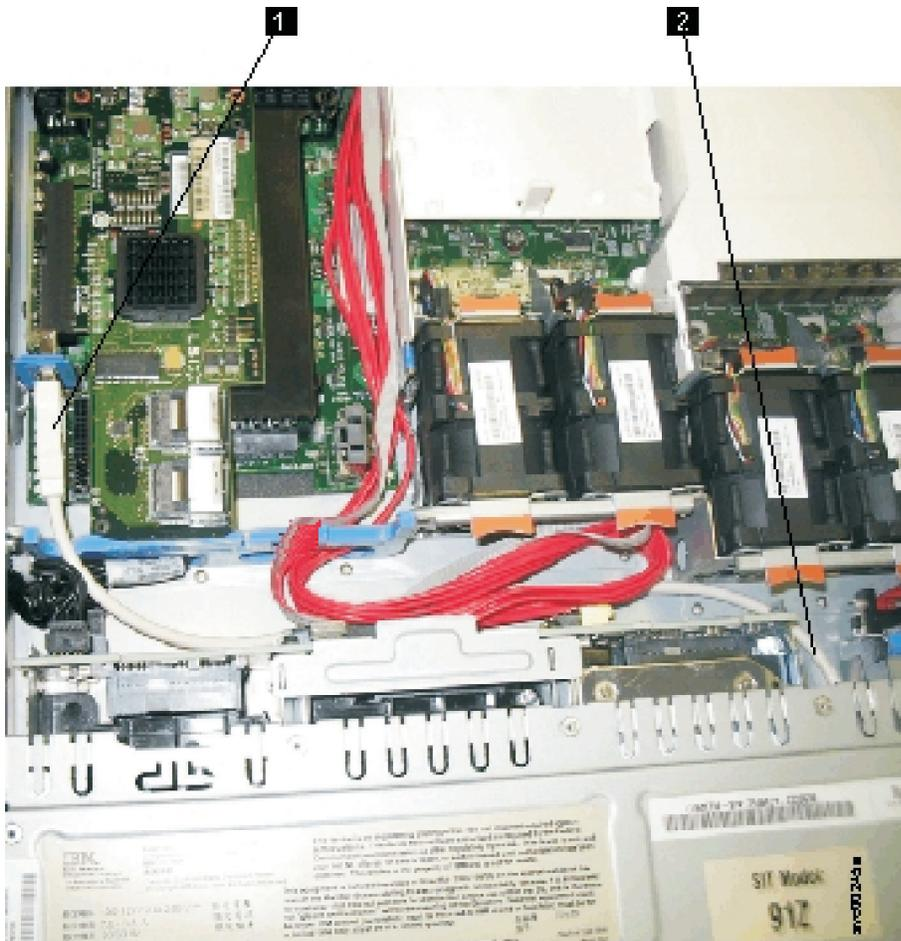

図 75. ディスク・コントローラーおよび USB ライザー・カードに接続されている USB サービス・コントローラー・ケーブル (SAN ボリューム・コントローラー 2145-CF8 の図)
- b. SAN ポリューム・コントローラー 2145-CG8 または 2145-CF8 の左側で USB コネクター (103 ページの図 75 の **1**) を見つけます。
- a. ケーブルを再取り付けするには、USB ケーブルをディスク・ドライブ・ベイ 5 に慎重に 通し、ケーブルの大きい方のコネクタを USB ライザー・カード上の USB コネクタ（103 ページの図 75 の **1**）に配線します。